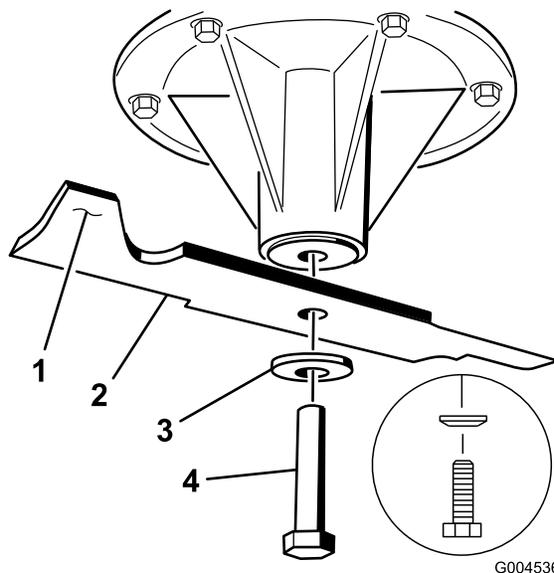

図 81
1. スピンドル・シャフトにブレードを取り付ける(図 81)。
2. スプリング・ディスクとブレード・ボルトを取り付けるスプリング・ディスクは、円錐部をボルトの頭に向けて取り付ける(図 81)。各ブレード・ボルトを85~110ft.-lb (115~150Nm = 11.8~15.2kg.m) にトルク締めする。